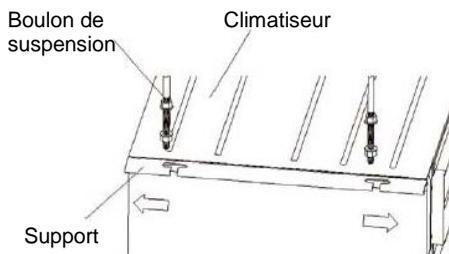

Fig. 4
- 2) Suspendez l'unité intérieure sur le boulon de suspension selon la figure 4.